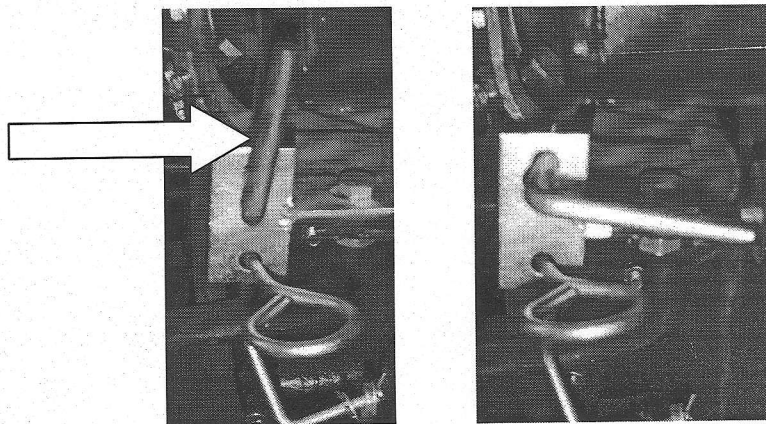

Рис.4. Рычаг декомпрессора
- 3.) Откройте клапана двигателя, повернув рычаг декомпрессора на 90° по часовой стрелки (рис.4). Держите его левой рукой.
- 4.) Для экстренной остановки двигателя в любой момент крайней опасности, необходимо повернуть рычаг декомпрессора по часовой стрелки на 90° (рис.4). **Применяется только в экстренном случае.**